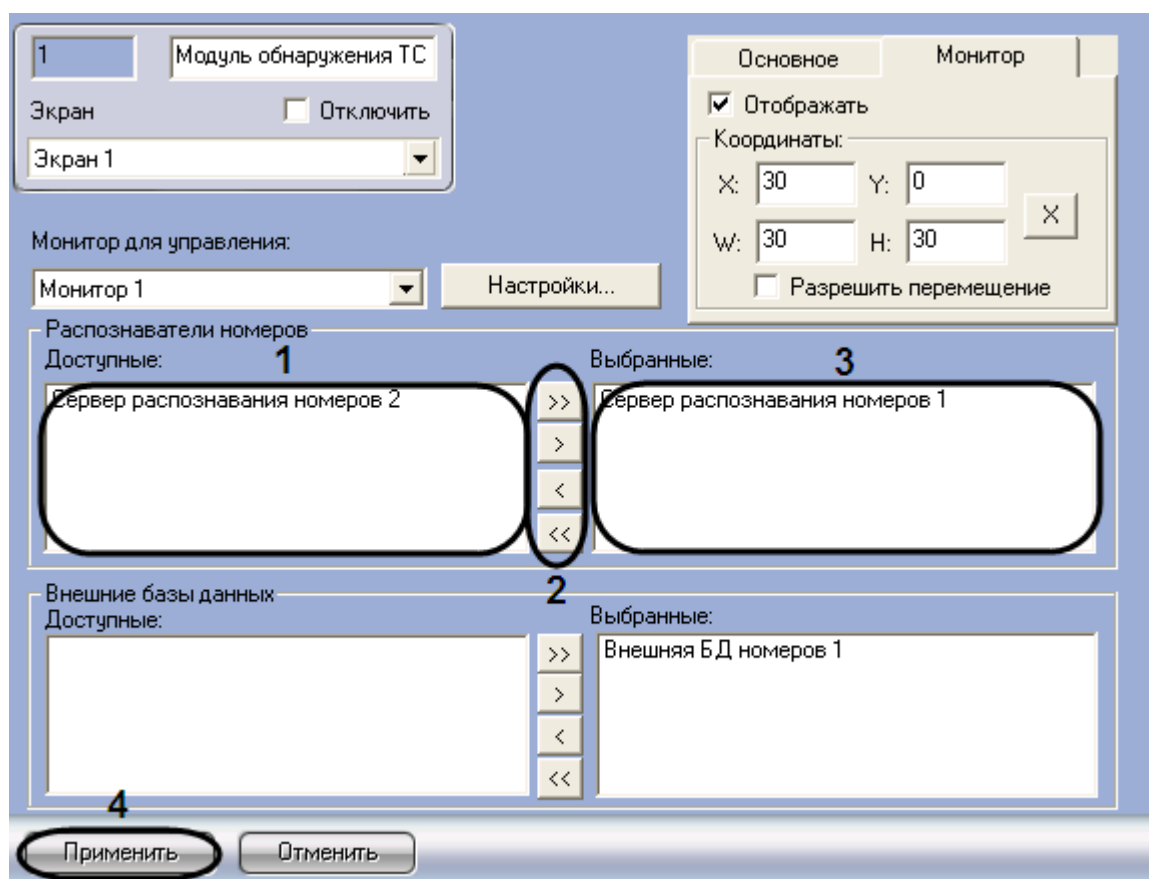

Рис. 7.9—5. Выбор Серверов распознавания номеров
1. Перейти на панель настройки объекта «Модуль обнаружения ТС» (Рис. 7.9—5).
2. Выбрать требуемые Серверы распознавания номеров из списка «Доступные» группы «Распознаватели номеров» (см. Рис. 7.9—5, 1).
3. Переместить выбранные Серверы распознавания номеров в список «Выбранные» группы «Распознаватели номеров», нажав кнопку «>>» (или кнопку «>» для перемещения всех Серверов распознавания номеров из списка) (см. Рис. 7.9—5, 2-3).